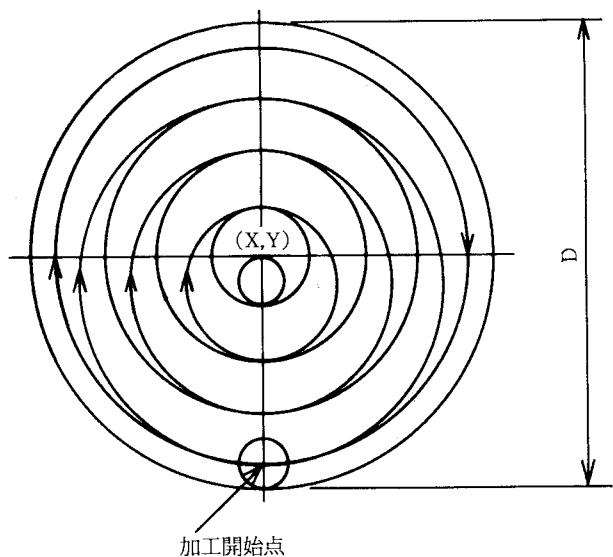

図3-2 ヘリカルスパイラル加工プロセス図
(1) 準備作業
- ① 制御盤の電源スイッチをONにする。
- ② CRT／MDIパネルの電源スイッチをONにする。
- ③ 手動原点復帰スイッチ（ZRN）をONにする。
- ④ 機能メニューキーを押し、ソフトキーを機能選択キー状態にし、POSITIONキーを2回押す。
- ⑤ モード選択スイッチ（MODE）を手動送り（J）にする。
- ⑥ 軸切換スイッチをX,Yにし手動送りダイヤル（JFEED）で送り速度を調節し、軸方向選択ボタンを押して、座ぐり穴の中心にくるようする。そのときの座標位置表示値をCRT上のX,Yの値で読み取る。
- ・図3-2にヘリカルスパイラルの加工のプロセスを示す。円形砥石は螺旋を描きながら設定切込みで座ぐり加工を行い。その操作を何層か繰返して、所定の深さまでの座ぐりを行うことができる。
- ⑦ 軸切換スイッチをZにし、上記と同じ操作で、セラミックス上にダイヤモンド砥石の先端が接触するように、主軸を下降させ、そのときのZ軸位置を読み取る。
- ⑧ 原点復帰させる。